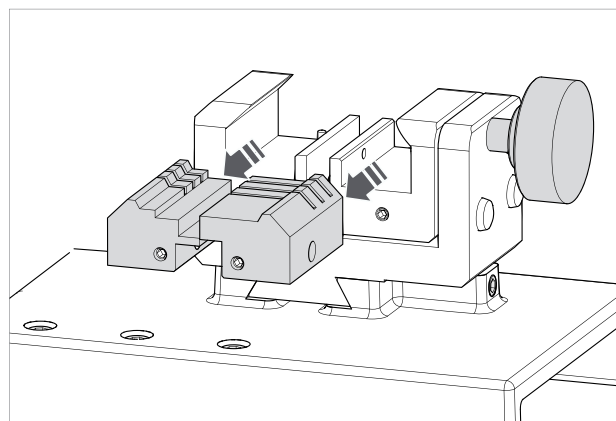

Fig. 50
- 3) Duw met de vingers vanaf de achterkant van de spanbek tegen de klauwplaat die u wenst te verwijderen. Duw hem naar uzelf toe en verwijder hem (Fig. 50).